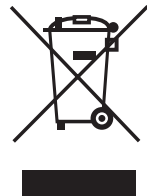

Rys. 6
2. Wymagane wymiary szafki do zabudowy znajdują się na Rys. 6. Ze względu na konieczną cyrkulację powietrza urządzenie musi zostać umieszczone zgodnie z wymiarami na rysunkach, a szafka musi mieć taką konstrukcję, aby do jej dolnej części mogło docierać powietrze. Za tylną ścianą urządzenia w stanie zabudowanym musi znajdować się co najmniej 50 mm odstępu.
2. Odkręcić szklaną obudowę w kierunku przeciwnym do kierunku ruchu wskazówek zegara zgodnie z Rys. 6 i zastąpić żarówkę nową tego samego typu i o tych samych wartościach.